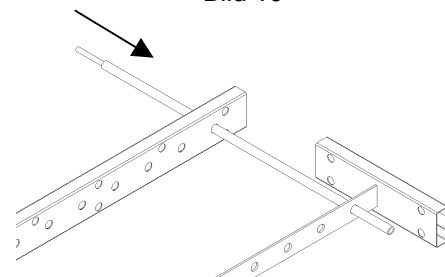

Bild 11
4. Bei Typ WK 3 werden die Stahlrohre durch die kreisrunden Öffnungen der Zargen und der Querstrebe(n) geschoben. Die Bestückung der Stahlrohre mit den gleichartigen Rollstäben erfolgt anschließend (Bild 11).